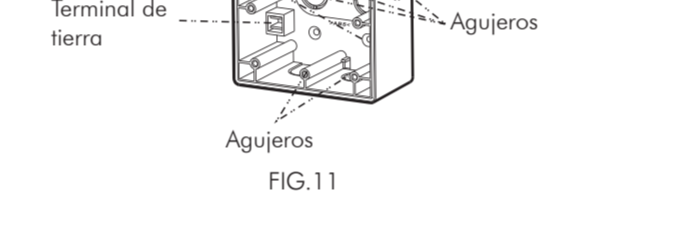

FIG.11
3.3.2.1. Hay 7 agujeros diseñados para diferentes aplicaciones. (Ver FIG. 11)
Consulte FIG. 11 para la posición de los orificios de los tornillos.